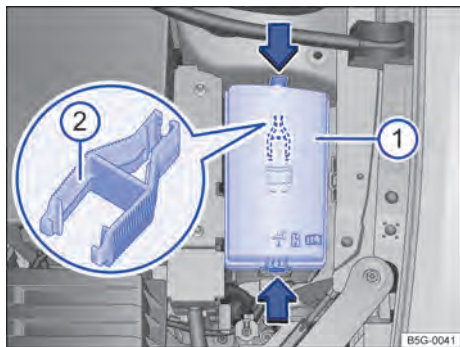

Fig. 174 No compartimento do motor: cobertura ① da caixa de fusíveis com pinça de plástico ②.
No lado interno da cobertura da caixa de fusíveis no compartimento do motor pode haver uma pinça de plástico → Fig. 174 ② para a retirada dos fusíveis.
- Pressionar as travas no sentido da seta → Fig. 174 ①, para destravar a cobertura da caixa de fusíveis.